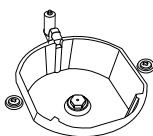

Figura 2
3. Come indicato nella figura 2, smontare il coperchio del bruciatore e il coperchio dal piano cottura e garantire una buona visibilità dell'iniettore.